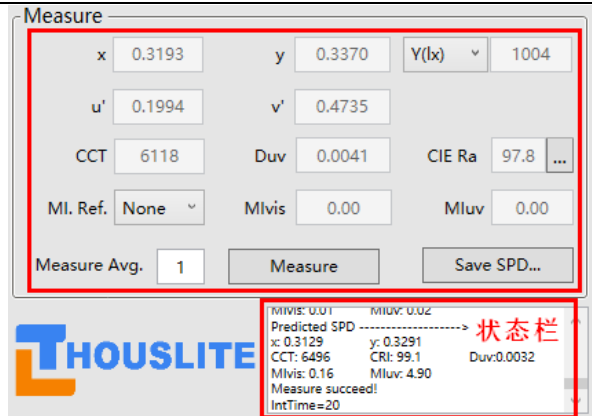

图 5.3. 第一次测量结果
- 7) 点击 *Measure*，测量结果见图 5.3，色温为 6118K，显色指数 97.8，与状态栏中的预测值差异较大；